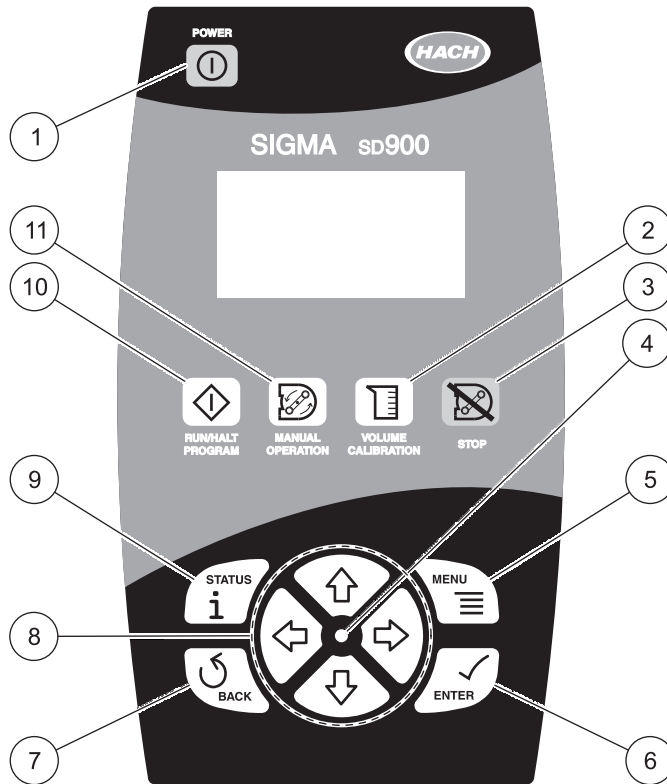

图 18 SD900 键盘
**接通电源:** 按 POWER (图 18)。LED 灯闪烁。
键盘及其说明详见图 18。